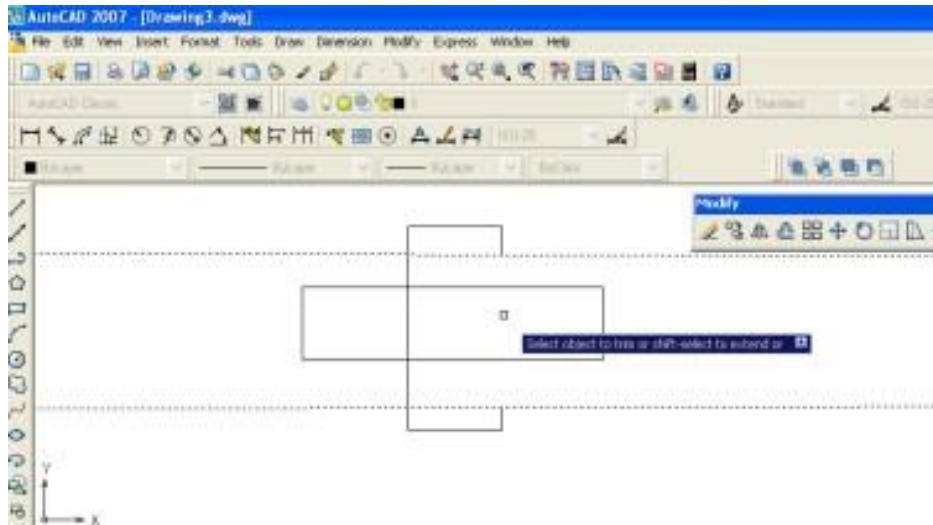

Figura 2.91. Clic sobre el segmento a borrar.
- Seleccionar el objeto a cortar. Dar **clic** sobre el segmento de recta del rectángulo que se desea recortar (ver figura 2.91) y dar **Enter**.